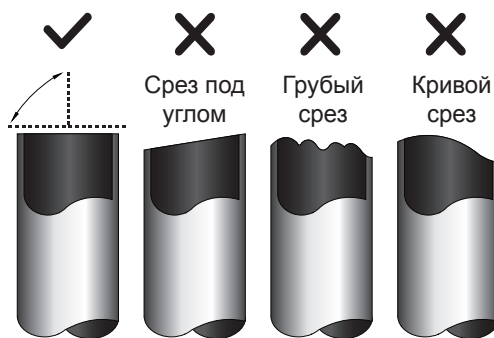

Рис. 7.1
1. Труба должна быть отрезана строго под углом 90°. Примеры неправильной обрезки показаны на рис. 7.1.